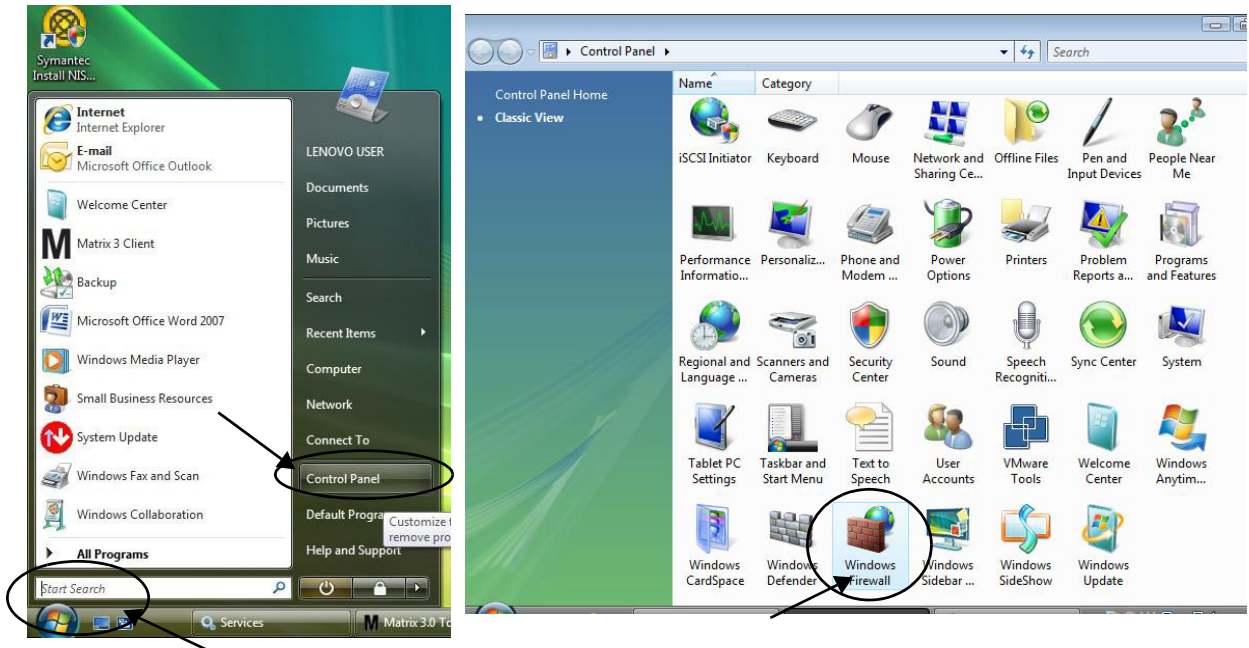

图 26
1. 单击开始 / 控制面板。然后选择 Windows 防火墙（图 26）。